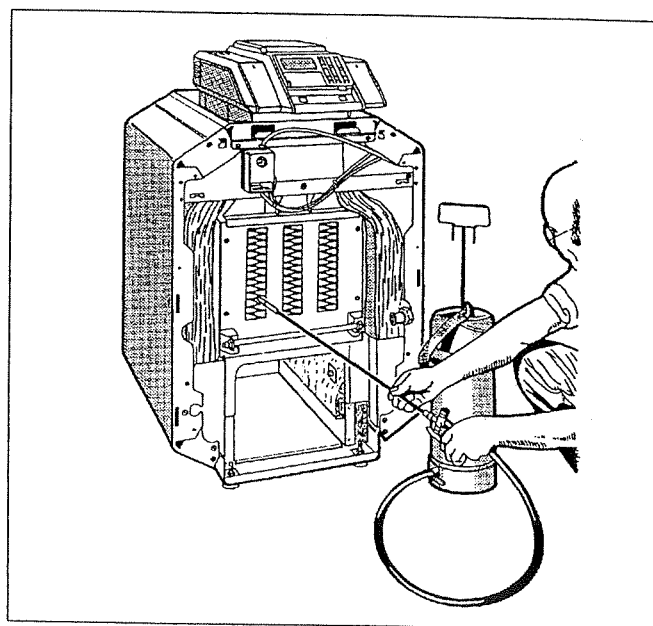

Fig. 41: Pulizia con detergente a spruzzo
- Spruzzare uniformemente i tiraggi di detergente (Fig. 41).